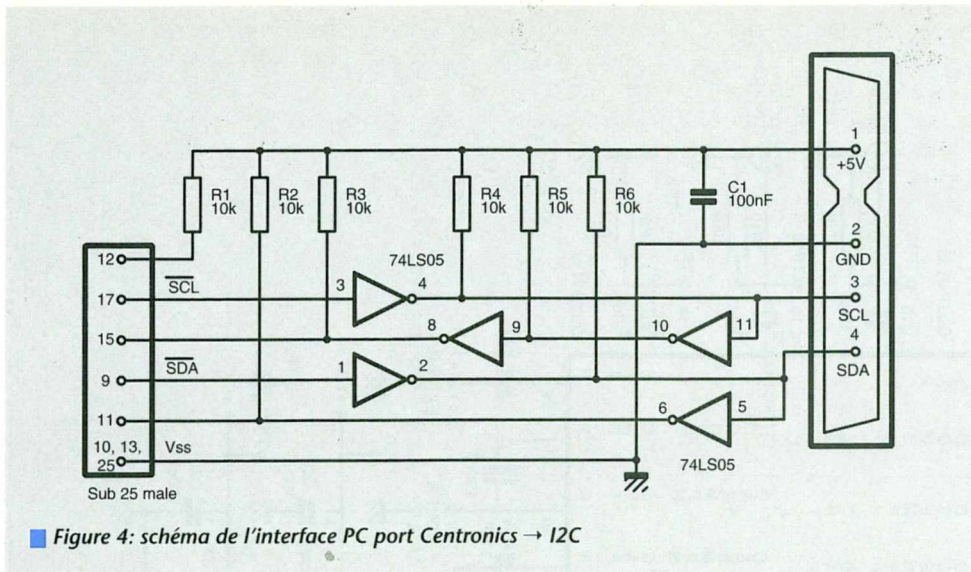

Figure 4: schéma de l'interface PC port Centronics → I2C
très simple sur le port parallèle du PC (voir schéma de la figure 4). Ce logiciel est disponible pour téléchargement sur le 3615 ERP. Une fois ces essais faits, il ne vous restera plus qu'à écrire votre propre logiciel sur votre micro préféré pour inclure le montage dans le récepteur de votre choix...
Cette méthode est utilisée principalement pour des raisons technologiques. En effet se basant sur la constatation qu'il est plus simple de fabriquer un convertisseur N/A qu'un convertisseur A/N pour un nombre donné de bits, les concepteurs de convertisseur A/N ont préféré intégrer ce type de composant suivant un principe similaire à la pesée. En effet comme indiqué sur la figure 4, le signal à convertir est comparé à une tension analogique fournie par le convertisseur N/A. En agissant sur les différents bits du convertisseur
■ Figure 4 : principe d'un convertisseur N/A à approximations successives.